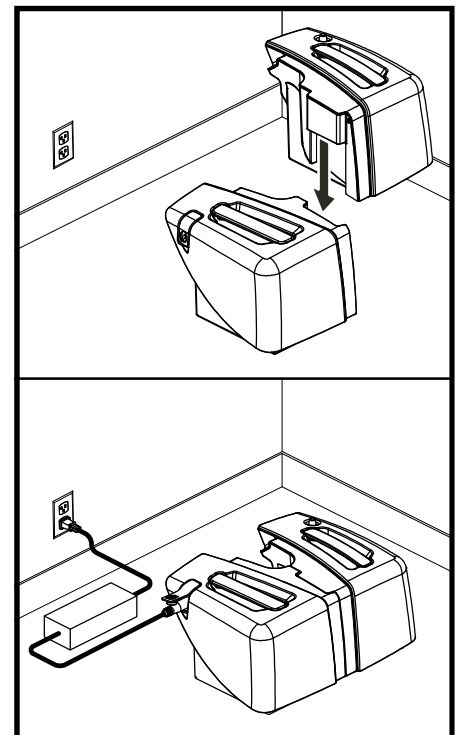

Figura 19. Carga de la batería de la batería (Modelos 66 y 67)
**NOTA:** Con modelos 66 y 67, ambas cajas de batería se pueden quitar de la scooter y luego se unieron para una carga fácil. Ver la Figura 19.